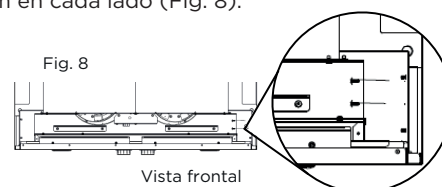

Fig. 8
17. Fije la Oristano al inserto de la campana con 2 tornillos de 3.5 x 9.5 mm en cada lado (Fig. 8).